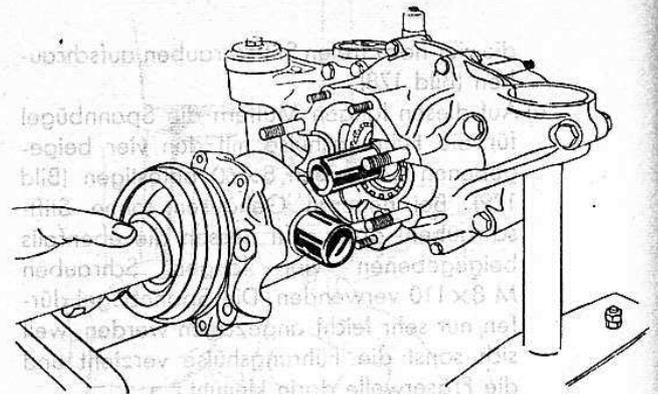

Bild 185
- 32. Hinterachsrohr mit Hinterachswelle über Zentrierdorn an Hinterachsgehäuse anlegen, behelfsmäßige Buchsen ohne Bund auf Hinterachsrohrzapfen schieben (Bild 185).